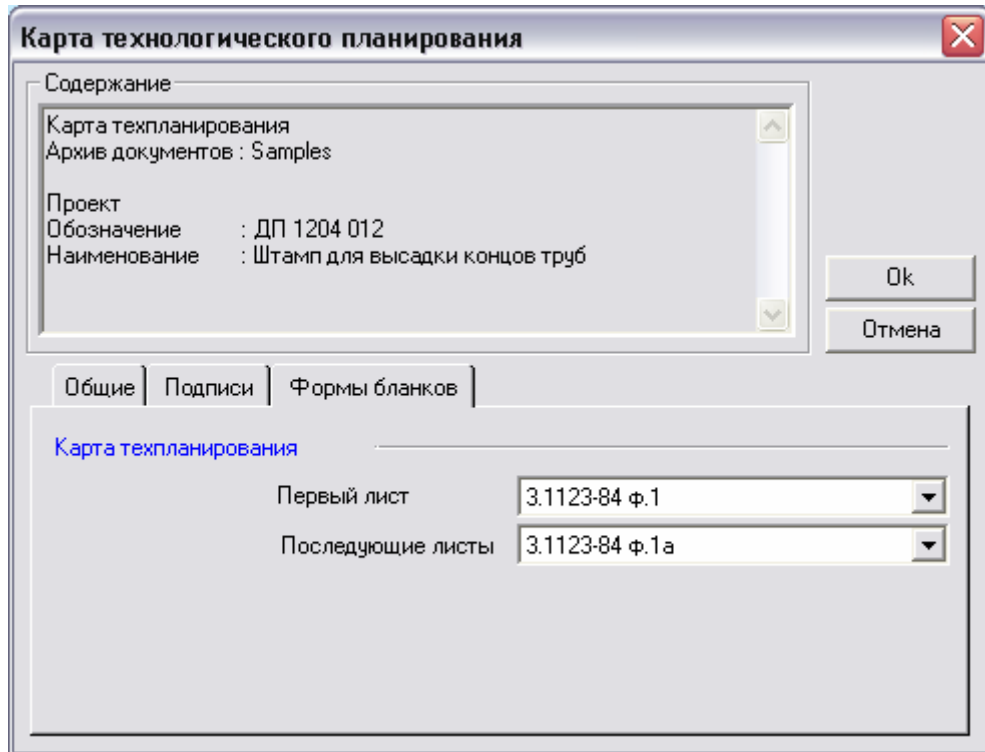

Рис. 121 Диалог объекта «Карта техпланирования».
5. В появившемся диалоге **Карта технологического планирования** (см. Рис. 119, Рис. 120, Рис. 121) измените из предложенных по умолчанию параметров необходимые и нажмите кнопку **Ок**.